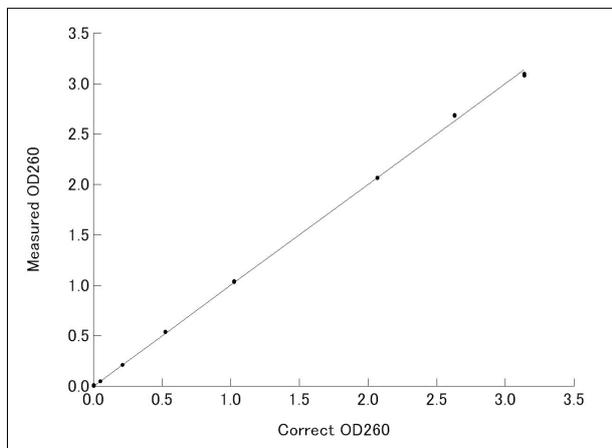

Fig.3 オプション光路長5 mmにおける分析結果
0.2 OD(10 ng/μL dsDNA)以上のとき、測定再現性：CV値(%)として0.6%以下、OD誤差(%)として-1.6%~3.6%の結果が得られました。データをFig.3に示します。